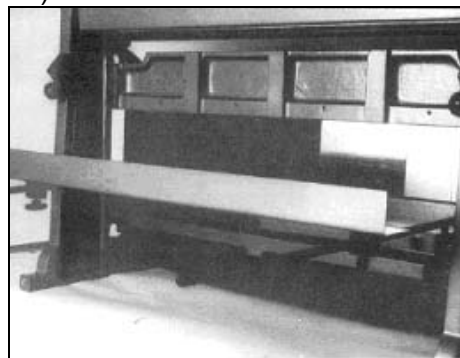
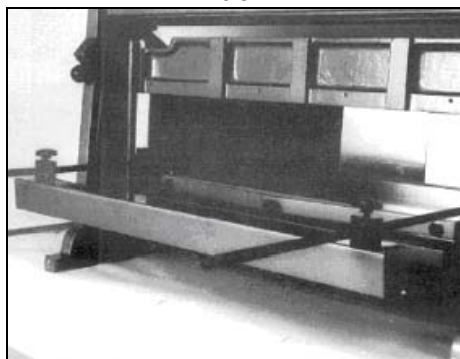

Рис.2
Рис.3
11. Блок задней шкалы устанавливается либо в положение для резки (железный уголок смотрит вверх – Рис. 2) или в положение для гибки (железный уголок смотрит вниз – Рис. 3).